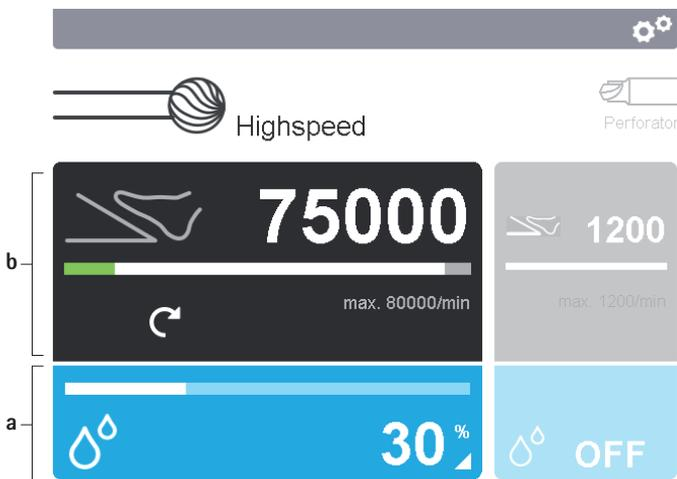

Abb. 5 Bedienfelder aktivieren
- ▶ Einstellparameter Anwendungsteil ändern: Anwendungsteil-Bedienfeld **b** im Display 2 betätigen, siehe Abb. 5.